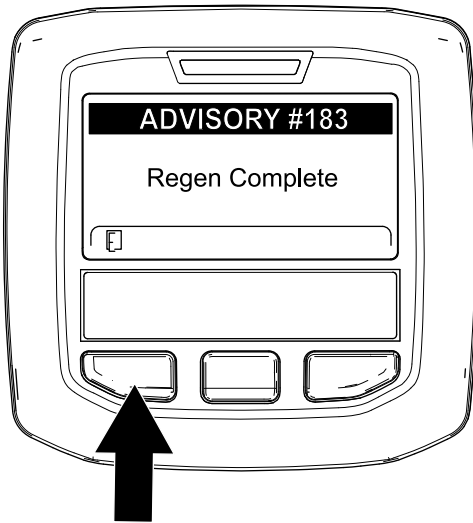

Bild 61
9. Wenn der Motorcomputer eine geparkte Regenerierung oder eine Wiederherstellung-Regenerierung abschließt, wird im InfoCenter ADVISORY #183 (Bild 61) angezeigt. Drücken Sie die linke Taste, um den Begrüßungsbildschirm anzuzeigen.
Hinweis: Wenn die Regenerierung nicht abgeschlossen wird, wird im InfoCenter „Advisory #184“ (Bild 61) angezeigt. Drücken Sie die linke Taste, um den Begrüßungsbildschirm anzuzeigen.